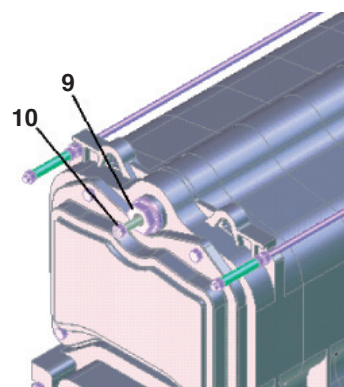

Рис. 10
14 Установите колодец (10) для датчиков контрольных приборов, обеспечивая его герметичность при помощи тefлоновой ленты или смазанной пакли (рис. 10).